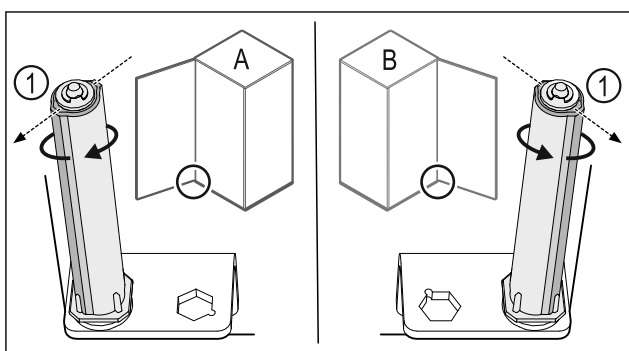

Fig. 35 Battuta a sinistra (A) / battuta a destra (B)
- Ruotare il sistema di chiusura contro la resistenza fino a quando la sporgenza del sistema di chiusura Fig. 35 (1) non è rivolta verso l'esterno.